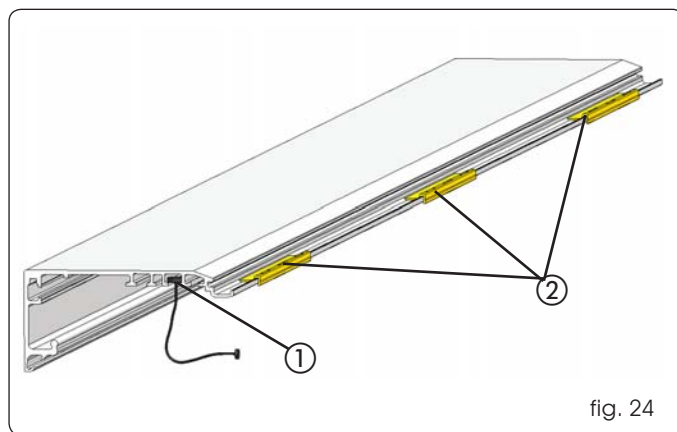

fig. 24
Compruebe la presencia y, si procede, fije los cables paracaídas a los dos extremos del perfil de sostén, insertando el extremo más grande del cable en su alojamiento (fig. 24 ref. ①).
Compruebe la presencia y, si procede, inserte en el borde externo del perfil de sostén 3 distanciadores antivibraciones (fig. 24 ref. ②), colocándolos en los extremos y en el centro (para perfiles mayores de 3 metros).